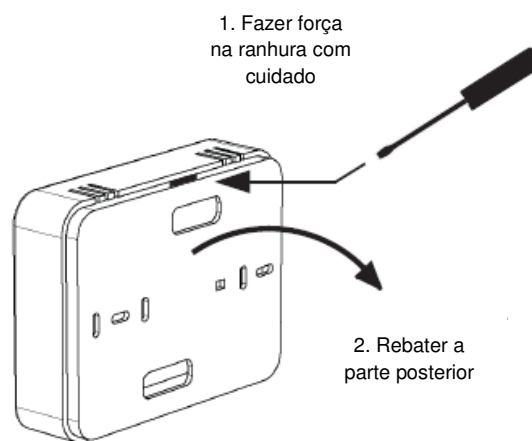

Fig. 10: Recetor e acesso ao interior
11. Retirar a parte posterior do recetor fazendo força com cuidado na ranhura traseira. Ver Fig. 10.